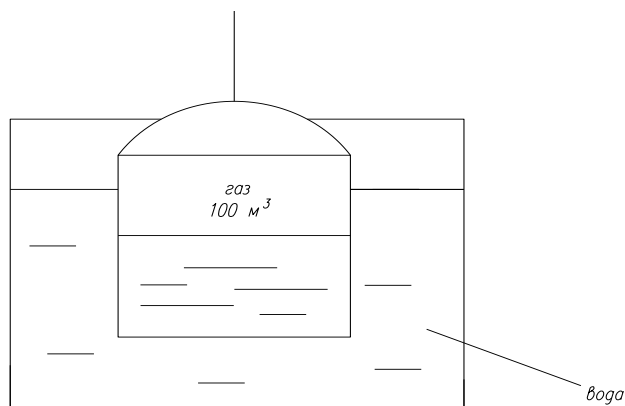

Рисунок 1. Газохранилище.
8. Газохранилище объемом $V=100\text{ м}^3$ (Рис. 1) наполнено газом коксовых печей.